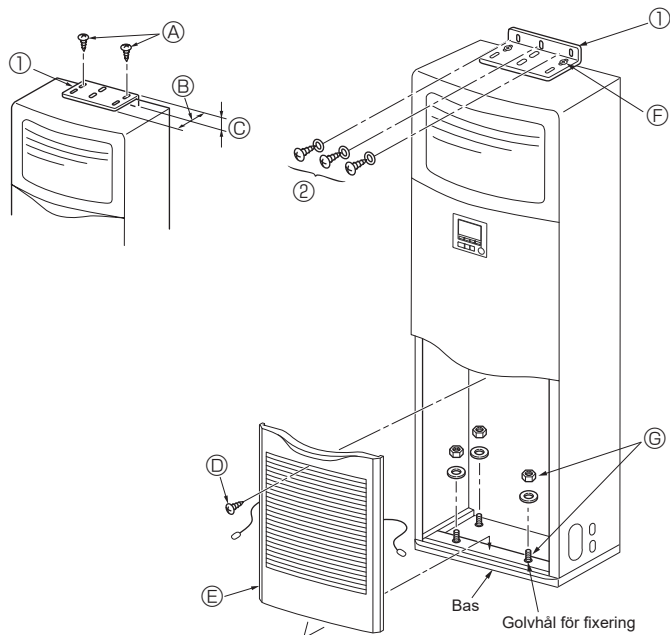

Fig. 3-2
①	Vältskyddsfäste	1	Ytan på enhetens överdel.
②	Självborrande skruvar (med bricka)	3	Innanför gallret till inloppet.
③	Skydd för gasrör (stor)	1
④	Skydd för vätskerör (liten)	1
⑤	Band	5
⑥	Muff för dräneringsrör	1
⑦	Bussning (för kabelhålet)	2
⑧	Brytarmeddelande, etikett	1
3.2. Vältskyddsfäste (Fig. 3-2)